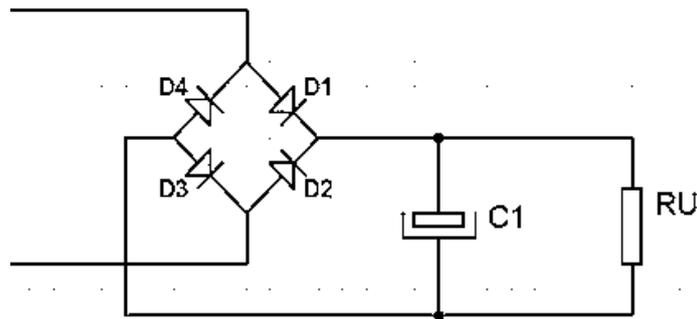

Fig. 3
- Nous retrouvons donc notre schéma complet avec le condensateur de filtrage sous la figure 3.